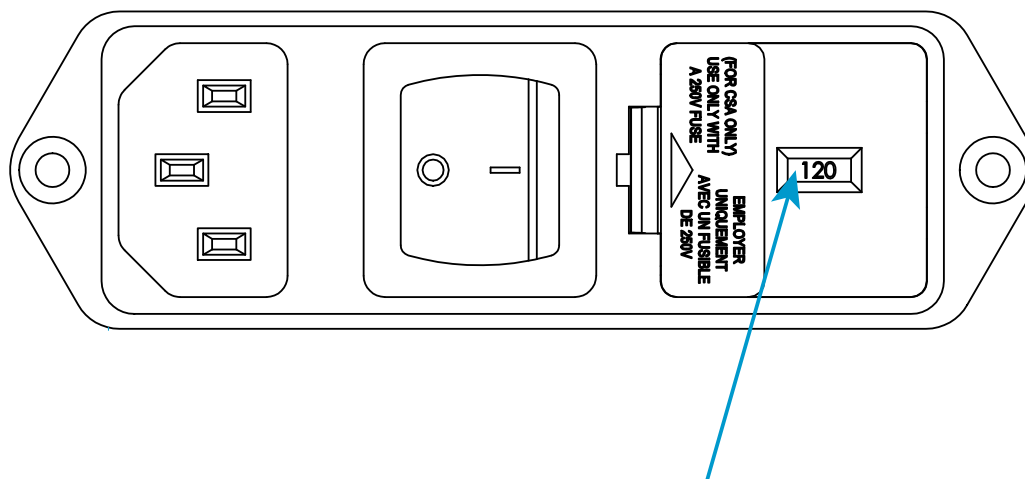

図4. 電圧設定ができる電源入力コネクタ
2. 電源入力コネクタを点検し、38 ページの図 4 を参照します。図 4 で指定されている電圧は 120V です。
7. ヒューズホルダをコネクタへ再取り付けします。インジケータピンが正しい入力電圧を示すことを確認します。38 ページの 図 4 を参照してください。